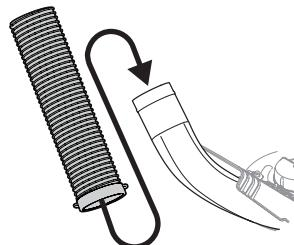

Figura 28
- Levántelo con las manijas de la parte de abajo del manguera. Deslice la manguera sobre el codo del canal montado en la plataforma de corte, como se muestra en la Figura 28.